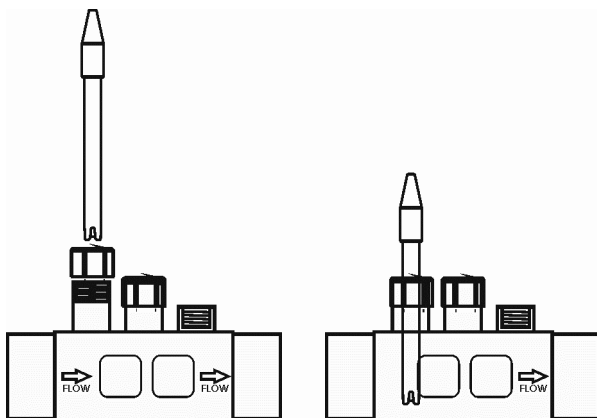

Fig. 12
1. Insérer la sonde de pH fournie avec le système dans le logement correspondant du porte-sondes. (Fig. 12)